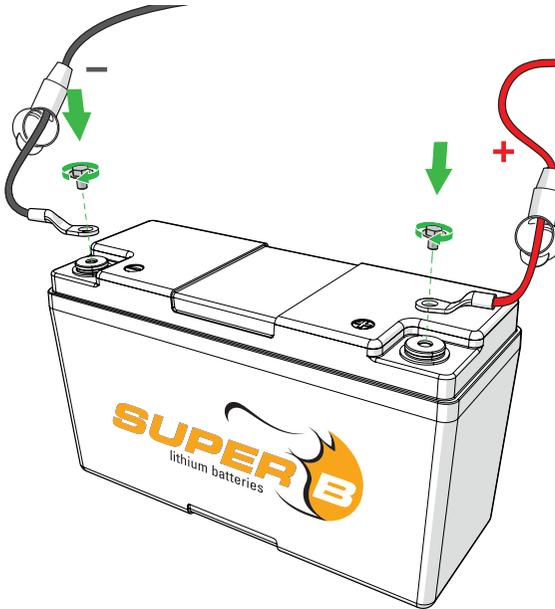

Abbildung 4. Anschluss der Stromkabel an die Batterie.
1. Schließen Sie die Last oder das Ladegerät an die X2 (+)-Anschlussklemmen der Batterie an (Abbildung 4).
2. Schließen Sie die Last oder das Ladegerät an die X1 (-)-Anschlussklemme der Batterie an (Abbildung 4).